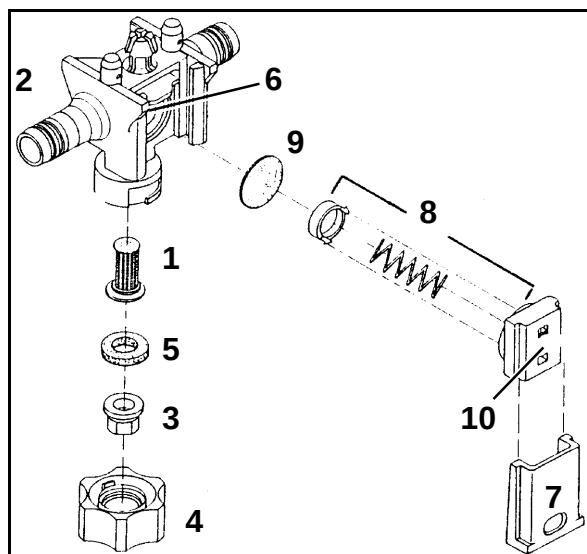

Fig. 225
1. Controle de tanto en tanto el asiento del empujador (Fig. 225/7). Para ello empujarlo dentro del cuerpo de tobera (Fig. 225/2) como sea posible con fuerza mesurada del pulgar. De ninguna manera introducir el empujador en estado nuevo hasta el tope.
1. Colocar el filtro de tobera (Fig. 225/1) desde abajo dentro del cuerpo de la tobera (Fig. 225/2).
2. Colocar la tobera (Fig. 225/3) en la tuerca de bayoneta (Fig. 225/4).
3. Colocar junta de goma (Fig. 225/5) encima de la tobera..
Depósitos en el asiento de membrana (Fig. 225/6) son la causa de una desconexión **no** libre de goteo de las toberas con varillaje desconectado. Entonces limpiar las correspondientes membranas como sigue:
1. Tirar el empujador (Fig. 225/7) fuera del cuerpo de la tobera (Fig. 225/2) en dirección hacia la tuerca de bayoneta.
2. Extraer el elemento elástico (Fig. 225/8) y la membrana (Fig. 225/9).
3. Limpiar el asiento de membrana (Fig. 225/6).
Observar la correcta dirección de montaje del elemento elástico. Los bordes ascendentes rebajados a la derecha y a la izquierda en la carcasa del elemento elástico (Fig. 225/10) deben ascender durante el ensamblado en dirección al perfil del varillaje.